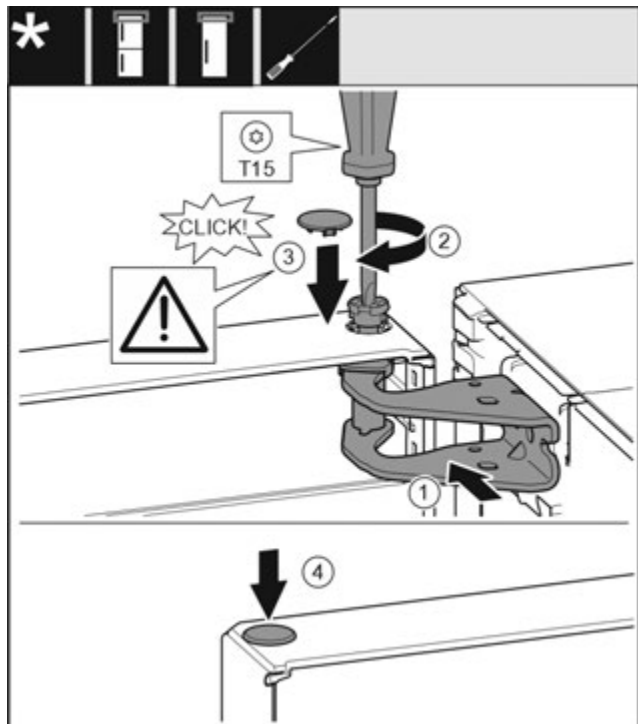

Fig. 22
- ▶ Вирівняйте дверцята зверху по отвору в опорному кронштейні. Fig. 22 (1)
- ▶ Вставте палець та закрутіть за допомогою викрутки T15. Fig. 22 (2)
- ▶ Встановіть захисну кришку для захисту дверцят: вставте захисну кришку і проконтролюйте, щоб вона прилягала до дверцят. Якщо це не так, повністю вставте палець. *Fig. 22 (3)*
- ▶ Вставте пробку. *Fig. 22 (4)*